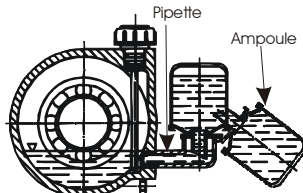

Fig.3: Graisseur
- si le support tient le graisseur, retournez l'ampoule et versez l'huile dans la pipette jusqu'à ce qu'elle atteigne le niveau comme indiqué dans fig. 3: remplissez l'ampoule de verre et mettez-la dans la position verticale. Vérifiez que le niveau de l'ampoule est constant. Les types d'huile indiqués dans la tab.1 sont valides pour les températures entre -10° et 120°C.